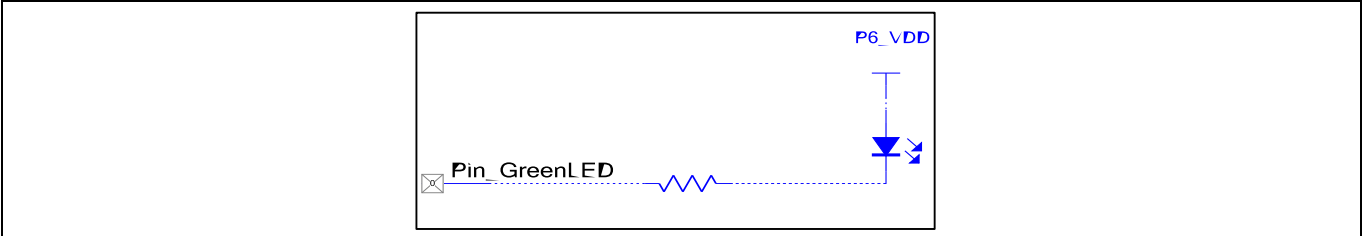

Figure 16 具有片外组件的输出引脚
3. 对于引脚，如果启用外部端子，则可以将外部“片外”组件添加到设计中。原理图上的外部组件仅用于描述目的；它们对生成的代码没有影响。片外组件是可选的，但可以帮助硬件设计团队了解设计的工作原理。您还可以向设计添加描述文本框。Figure 16 显示了如何增强 LED 的设计。在这种情况下，片外组件配置为未选中 Instance\_Name\_Visible 选项。电阻配置为值字段留空。配置电源端子，设置 Supply\_Name 为 P6\_VDD。